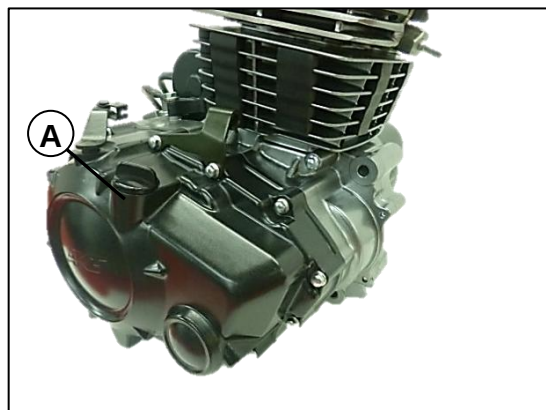

Fig. 14
Para verificar el nivel de aceite coloque la motocicleta en posición vertical luego retire el tapón (A), límpielo e introdúzcalo de nuevo en el orificio sin roscarlo retírelo y verifique que toda la parte plana este impregnada de aceite **Fig. 14**